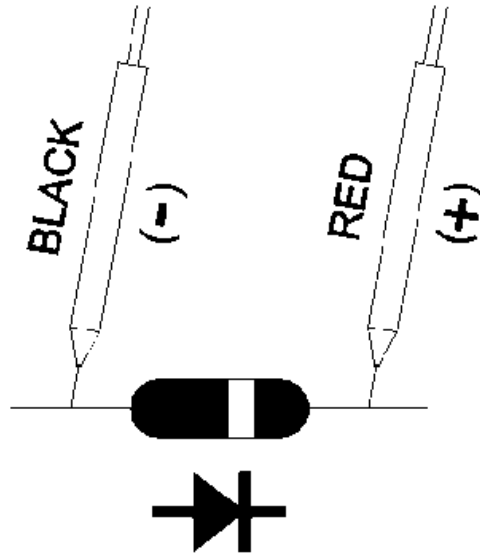

Abb. 3
- b. Wird die Diode wie in Abb. 3 verbunden, wird die Diode von der anderen Seite geprüft. Ist die geprüfte Diode in Ordnung, wird „OL“ angezeigt. Ist sie hingegen defekt, wird „0,000“ oder ein anderer Messwert angezeigt. Möchte man eine Diode ordnungsgemäß prüfen, sollten beide Schritte a. und b. durchgeführt werden.